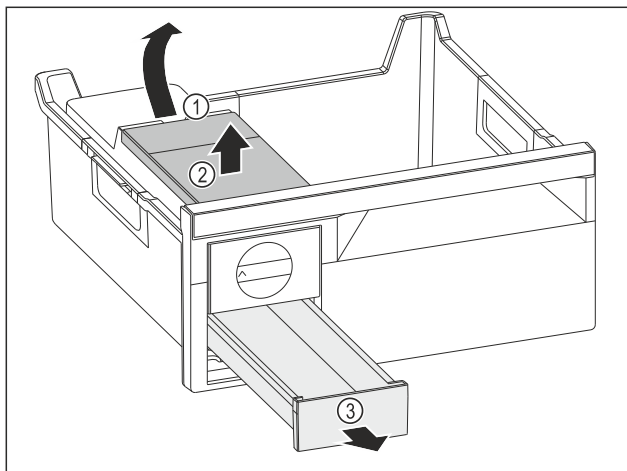

Fig. 182
- ▶ Vađenje spremnika za vodu: Podignite spremnik za vodu na otvoru Fig. 182 (1).
- ▶ Izvadite spremnik za vodu Fig. 182 (2) prema gore.
- ▶ Izvadite ladicu Fig. 182 (3) prema naprijed.